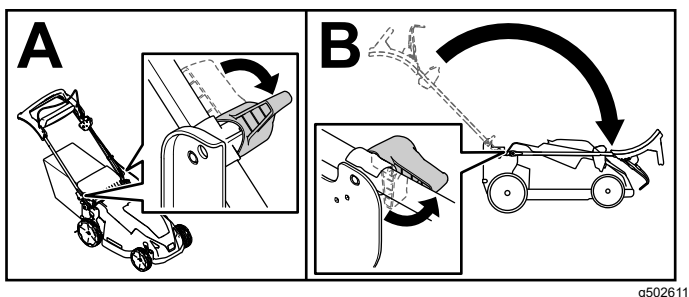

Figure 19
2. Déverrouillez le guidon jusqu'à ce que la moitié supérieure bouge librement (A de la Figure 19).
3. Rabattez le guidon complètement en avant et engagez les verrous (B de Figure 19).